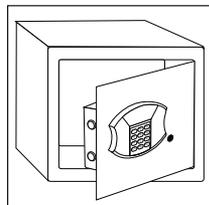

Abbildung 4
4. Entfernen Sie den Notschlüssel und lagern Sie ihn an einem sicheren Ort außerhalb des Tresors. Setzen Sie die Abdeckung wieder auf das Schlüsselloch und fahren Sie mit dem Abschnitt „Batterien einsetzen“ fort (Abbildung 4).